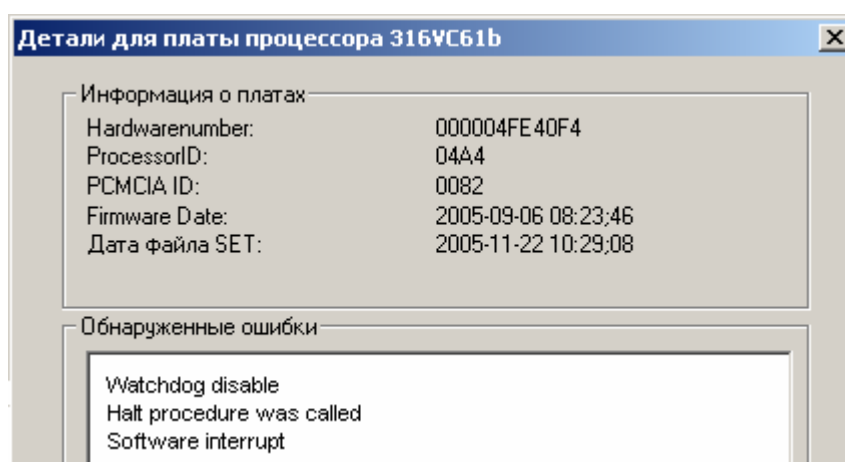

Рисунок 6.4. Диагностика устройства 316VC61b после теплого старта
Non-urgent error	Означает, что терминал находится в рабочем состоянии, однако произошел перезапуск (см. также рис. 6.4.), или
- Подробная информация об ошибочном поведении приводится в меню «Обнаруженные ошибки» ('Discovered errors'). Шестнадцатиричные коды ошибок, о которых говорилось ранее, здесь не кодируются, а приводятся в текстовой форме. Для сообщения об ошибке, которое приводится ниже (см. Рис. 6.4), результат – 001BH.